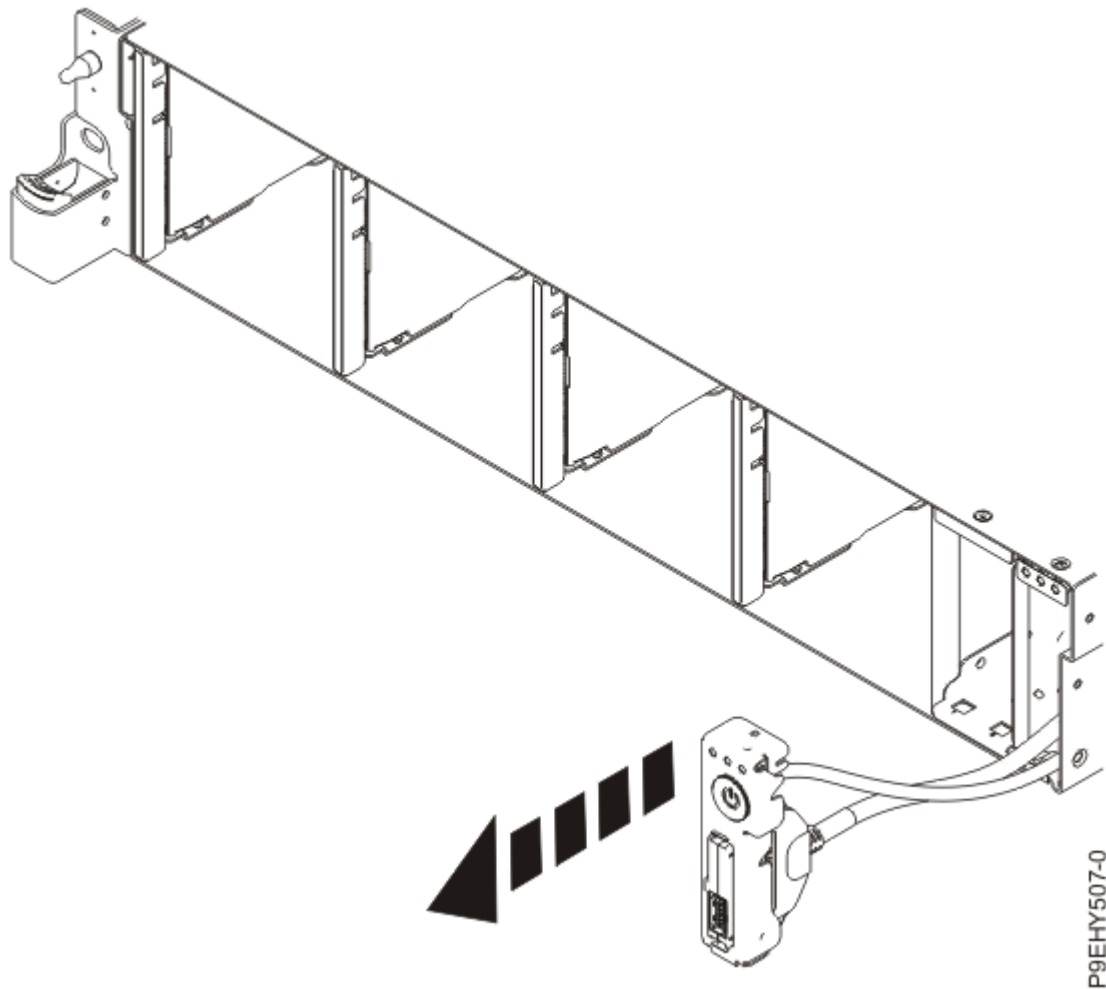

Figure 106. Extraction de l'ensemble interrupteur d'alimentation et cordon
8. Retirez l'interrupteur d'alimentation du système, comme illustré dans la Figure 106, à la page 122.